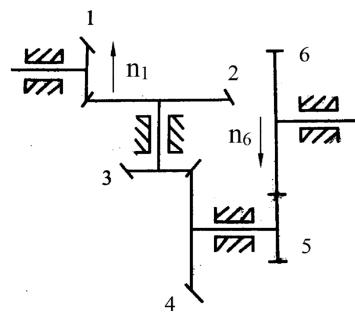

图 3 题 32 图
32. 在图 3 所示的定轴轮系中,已知 $Z_1=20, Z_2=40, Z_3=20, Z_4=50, Z_5=40, Z_6=80$ 。若 $n_1=500r/min$,求轮系的传动比 i_{16} 和齿轮 6 的转速。